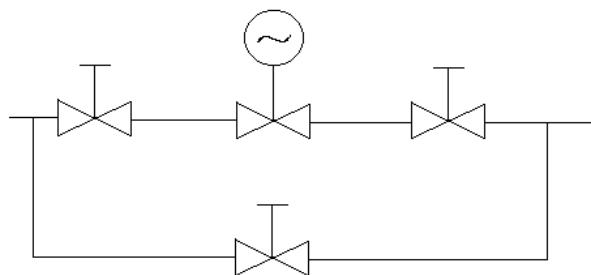

图 2 旁路管道安装图例
(1) 安装调节阀总体上应考虑以下方面：
- ① 安全：安装过程中人员和设备的安全。
- ② 控制性能：配管系统压力损失应与计算调节阀尺寸时所考虑的压力损失一致，以保证所需的流量特性。进出口应尽量保证足够的直管段。
- ③ 安装位置：应有足够的空间便于操作人员手动操作（包括旁路操作）以及保证调节阀和附件的就地拆卸和维修的可能性。
- ④ 调节阀组：一般在工艺过程配管中均安装切断阀的旁路阀与调节阀配成阀组，以适应设备连续操作的需要。维修调节阀时用切断阀隔离。用旁路阀调节。下图 2 中推荐调节阀组布置方式。